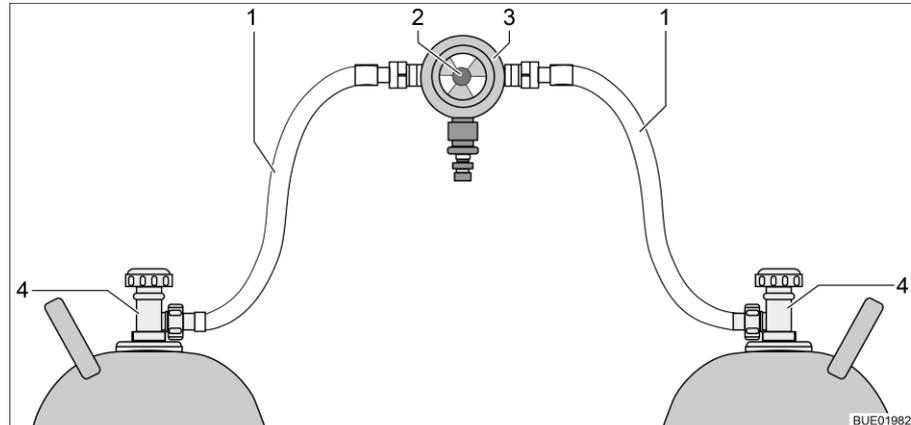
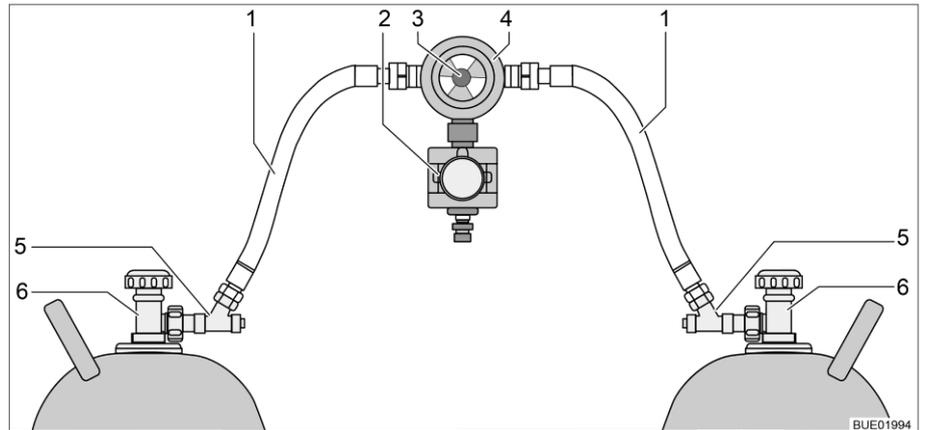

Fig. 39 Dispositif de commutation entre bouteilles de gaz
Fig. 40 Dispositif de commutation entre bouteilles de gaz avec CPU
Le dispositif de commutation entre bouteilles de gaz se compose d'un régulateur de pression du gaz combiné à une valve de commutation et indicateur (Fig. 39,3). Le dispositif de commutation entre bouteilles de gaz est monté entre les deux lyres (Fig. 39,1).
Le dispositif de commutation entre bouteilles de gaz se compose d'un régulateur de pression du gaz combiné à une valve de commutation et indicateur (Fig. 40,4) et d'une électrovanne (Fig. 40,2). L'électrovanne bloque l'arrivée du gaz au véhicule en cas de freinage brusque, d'accident ou de pente inhabituellement forte. Le dispositif de commutation entre bouteilles de gaz est monté entre les deux lyres (Fig. 40,1) avec des sécurités de rupture de tuyau (Fig. 40,5).
Le bouton rotatif (Fig. 39,2 ou Fig. 40,3), situé sur le dispositif de commutation entre bouteilles de gaz permet de définir laquelle des bouteilles de gaz est celle de service et laquelle est celle de réserve.
Seules les fonctions électriques peuvent être activées sur l'unité de commande (Fig. 41). Les robinets principaux des bouteilles de gaz (Fig. 39,4 et Fig. 40,6) doivent être ouverts ou fermés manuellement.
- Ouvrir les robinets principaux des bouteilles de gaz (Fig. 39,4 ou Fig. 40,6).
- Appuyer sur les sécurités de rupture de tuyau (Fig. 40,5) l'une après l'autre pendant 10 secondes.
- Choisir la bouteille de gaz avec le bouton rotatif (Fig. 39,2 ou Fig. 40,3) du dispositif de commutation à partir de laquelle le gaz doit être utilisé prioritairement (bouteille de service). Toujours tourner le bouton rotatif à fond.
- Fermer les robinets principaux des bouteilles de gaz (Fig. 39,4 ou Fig. 40,6).